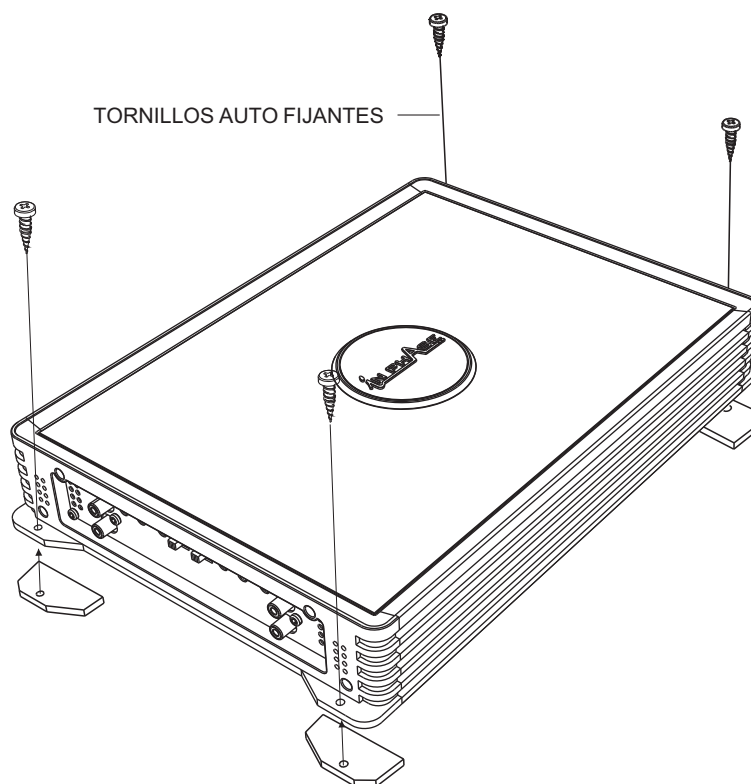

FIG. 1
1. Después de leer las precauciones, decida dónde va a instalar la unidad. Vea también la Fig. 1.